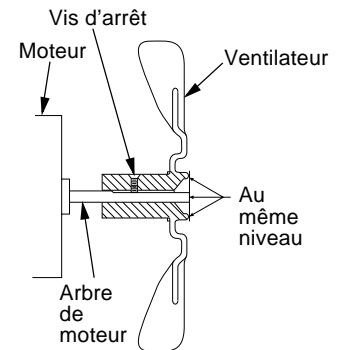

Figure 7 - Coupe transversale du ventilateur
6. Remplacez le ventilateur sur l'arbre moteur. Placez le moyeu du ventilateur pour qu'il soit au même niveau que l'extrémité de l'arbre moteur (voir Figure 7).